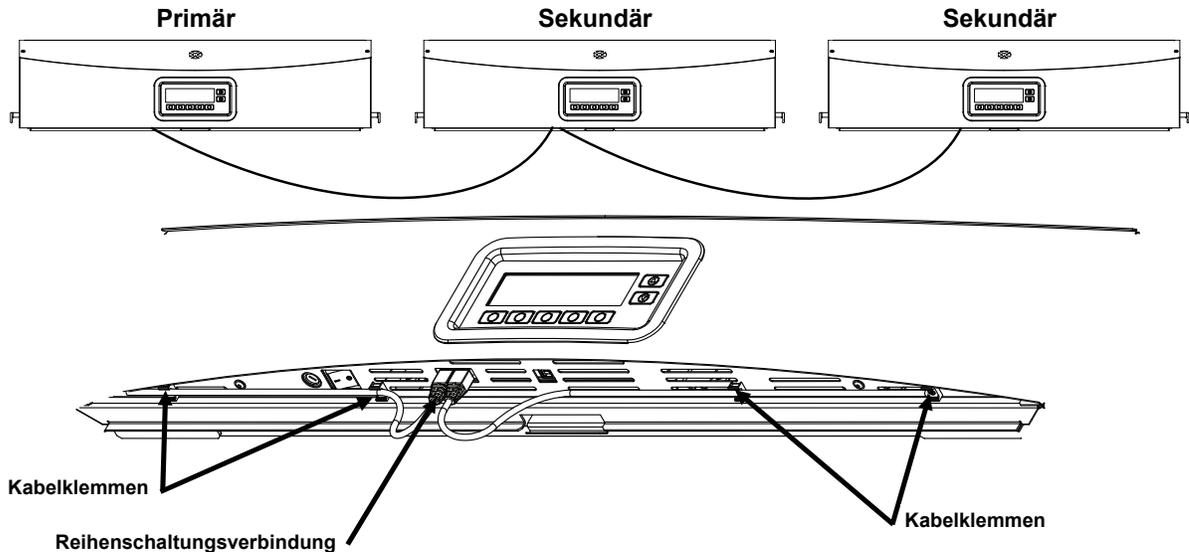

Abb. 11. Reihenschaltungsverbindung der Leuchtkörper
9. Befestigen Sie die Kabel für Reihenschaltung der Leuchtkörper an der Vorderseite. Verwenden Sie die Kabelklemmen, um die Kabel in Position zu halten. Siehe auch Abbildung 11.